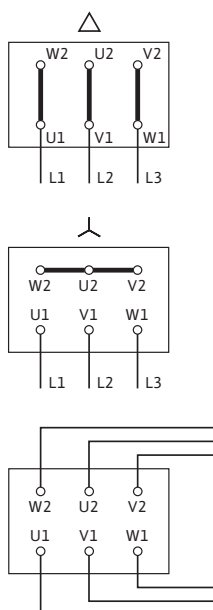

Fig. 8: Netzanschluss
- Der Netzanschluss an das Klemmenbrett ist abhängig von der Motorleistung P_2 , von der Netzspannung und von der Einschaltart. Die erforderliche Schaltung der Verbindungsbrücken im Klemmenkasten ist folgender Tabelle und Fig. 8 zu entnehmen